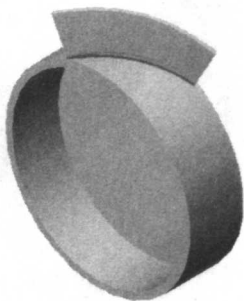

图 2-14 圆角
**STEP 12** 对扇叶连接处设置圆角，半径 0.2mm，如图 2-14 所示。